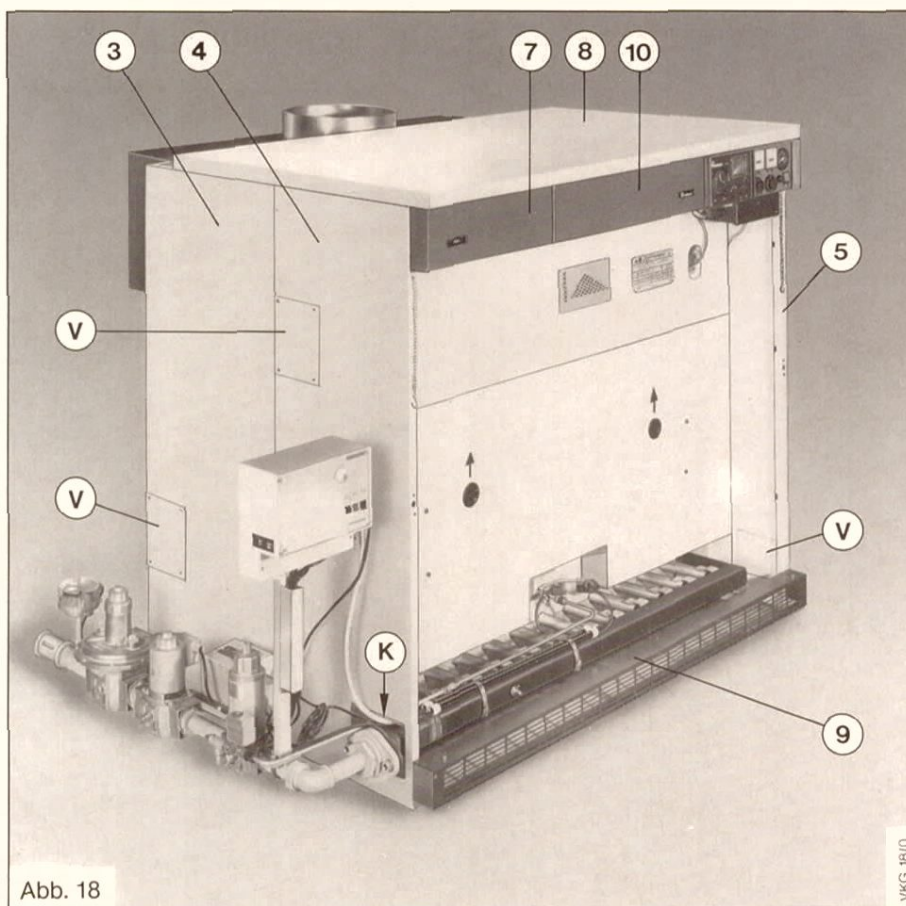

Abb. 18
Schaltleiste (10), Abb. 18, Seite 13, bei Kesseln mit mehr als 8 Gliedern, mit 4 Schrauben an der Blende (7), Abb. 18, Seite 13 verschrauben und die linke, lose Endkappe aufstecken.
Verschlußbleche (V) Abb. 18, je nach Anschlußstelle: Vorlauf-, Rücklauf- und Gasstraße austauschen. Kantenschutz (K) Abb. 18, an der Gasstraßenseite anbringen.
Sockelleiste (9), Abb. 18, kompl. rechts und links unten mit Kreuzschlitzschrauben an den seitlichen Mantelblechen verschrauben.
Mantelblech oben, (8) Abb. 18, mit 4 Fassonschrauben ergänzen und auf die seitlichen Mantelbleche (3) und (4) links sowie auf die seitlichen Mantelbleche rechts auflegen. Fassonschrauben müssen in die dafür vorgesehenen Haltefedern einrasten.
Mantelblech vorn auf Sockelleiste (9), Abb. 18, schräg auf die Schrauben aufstellen, Sicherungskettchen rechts und links oben einhängen und Mantelblech vorn gegen die Magnete schließen.